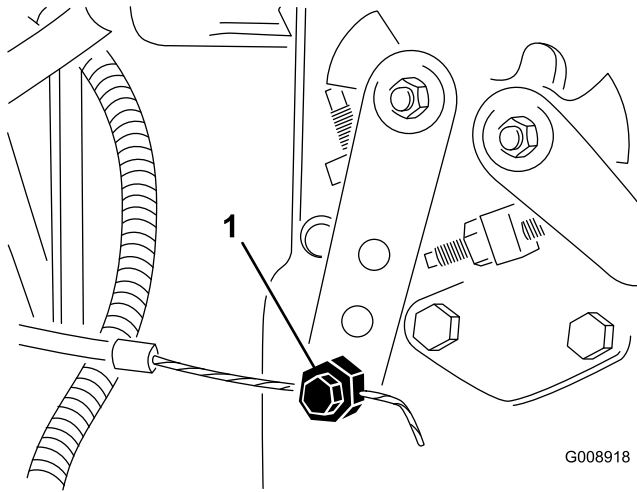

図 71
2. 噴射ポンプのレバーアーム (図 71) の部分にあるスロットルケーブルのコネクタをゆるめる。